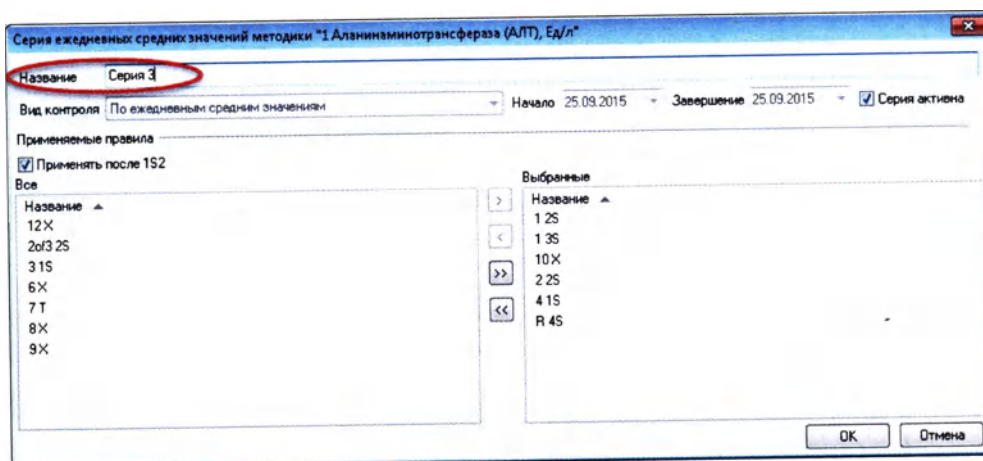

Рисунок 12.76
3. В открывшемся окне введите название серии и нажмите кнопку **«Ок»** (Рисунок 12.76):